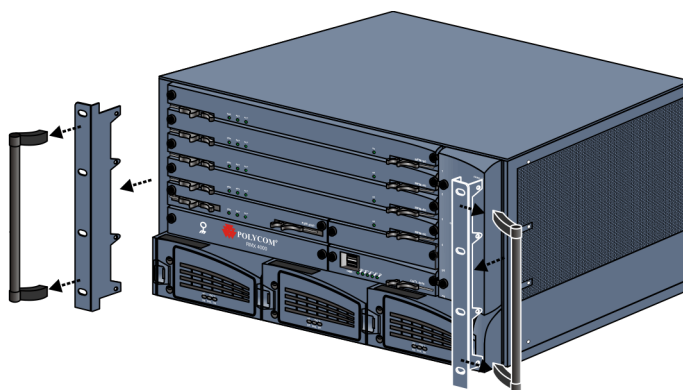

Figure 1-4 Retrait et fixation des supports 19" et 23"
- 1 Pour monter le boîtier RMX 4000 sur un rack de 23", il faut tout d'abord retirer les poignées de la MCU, puis les supports de 19", comme illustré dans la Figure 1-4.